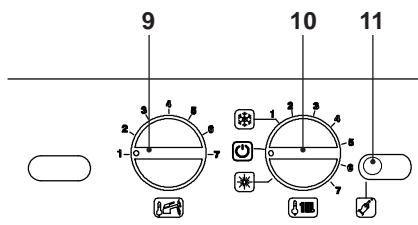

Figura 5.76
- Per uscire dalla programmazione posizionare il selettore di funzione / manopola regolazione temperatura 10 come indicato in Figura 5.76.